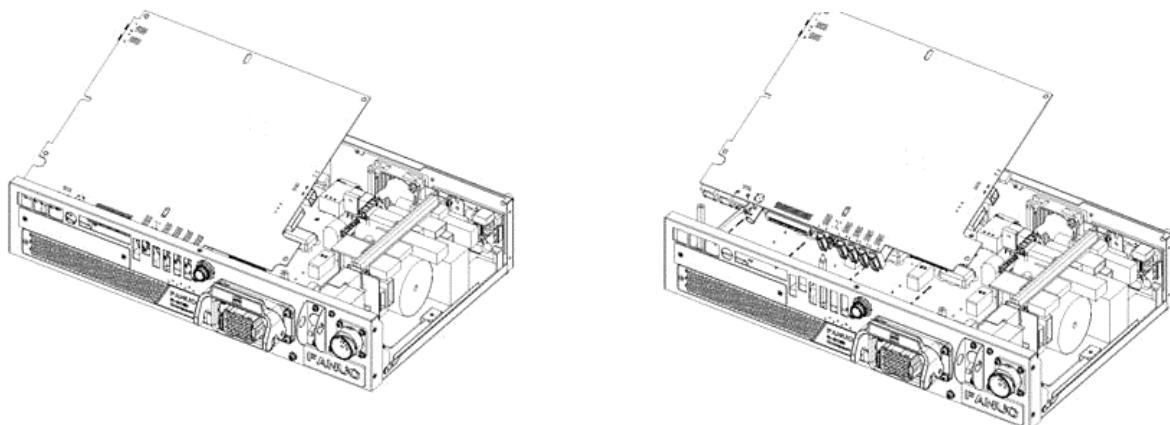

图 7.1.3 (a) 主板的拆除
- (1) 安装有可选板时进行拆除。
- (2) 拆除顶板。(参阅 7.1.1 项)
- (3) 拆除侧板。(参阅 7.1.2 项)
- (4) 从主板的连接器 CRMB79 和 CRMB80 上拆除连接的电缆，拧下固定着主板的螺丝(4 个)。
- (5) 使主板移至图 7.1.3 的箭头方向，拆除与接口单元连接的连接器 JRA15。